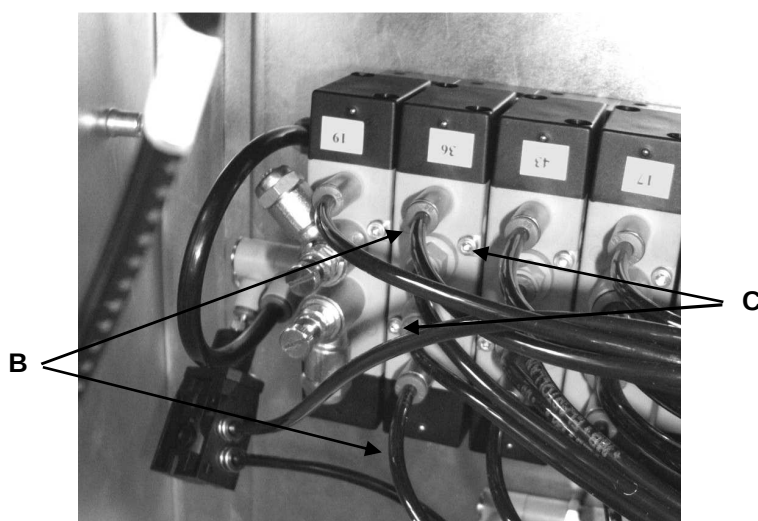

Fig. 10-10
- 3) Per la sostituzione di ciascuna valvola, scollegare i relativi tubi dell'aria "B" (Fig. 10-10).
- 4) Allentare le 2 viti di fissaggio "C" (Fig. 10-10).
- 6) Fissare la nuova valvola agendo sulle 2 viti di fissaggio "C" (Fig. 10-10).
- 7) Collegare i relativi tubi dell'aria "B" (Fig. 10-10).